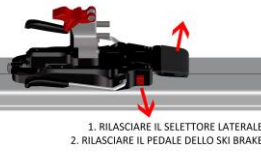

FIGURA 9
- 3) Dalle posizioni ottenute ai punti precedenti, rilasciare il selettore laterale e poi il pedale dello ski brake, che rimarrà stabilizzato nella posizione di camminata trattenuto dal selettore. (**FIGURA 9**)